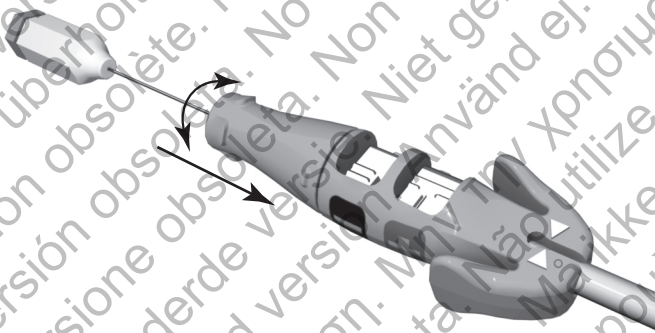

Abbildung 4. Eingarasteter Fixierknopf der Messkappe
1. Greifen Sie die Messkappe und den Steckerschuh. Zur Verbindung des Fixierknopfes mit dem Anschlussstift schieben Sie den Knopf auf den Körper der Messkappe zu, um die Lücke zu schließen. Drehen Sie den Fixierknopf im Uhrzeigersinn, um die Schraube herauszudrehen, und gegen den Uhrzeigersinn, um sie einzudrehen. Beobachten Sie, wie die Schraube ein- und ausgedreht wird (Abbildung 4 auf Seite 18).